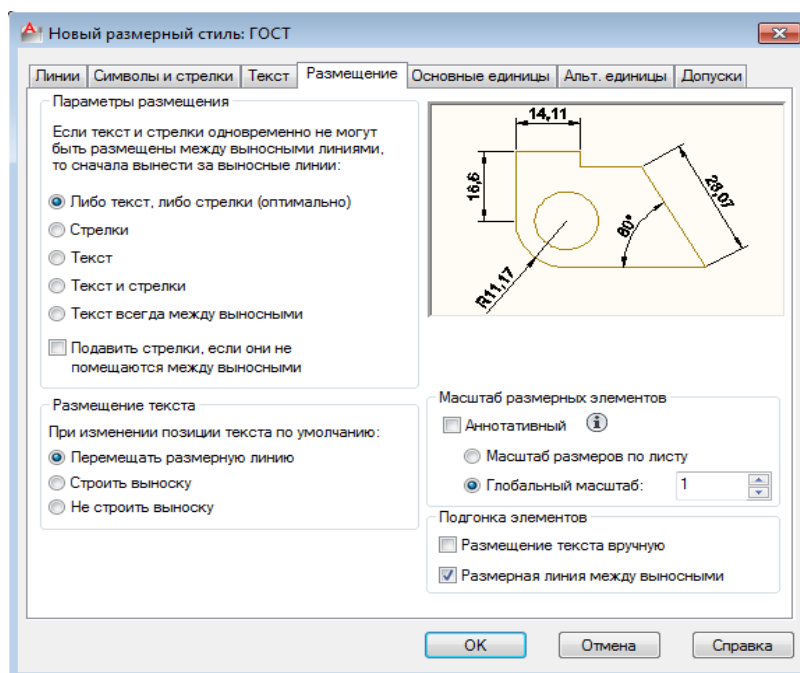

Рисунок 7.3
– Панель "Создание нового размерного стиля" – кнопка "Далее" => панель "Новый размерный стиль: ГОСТ" (рис. 7.3).